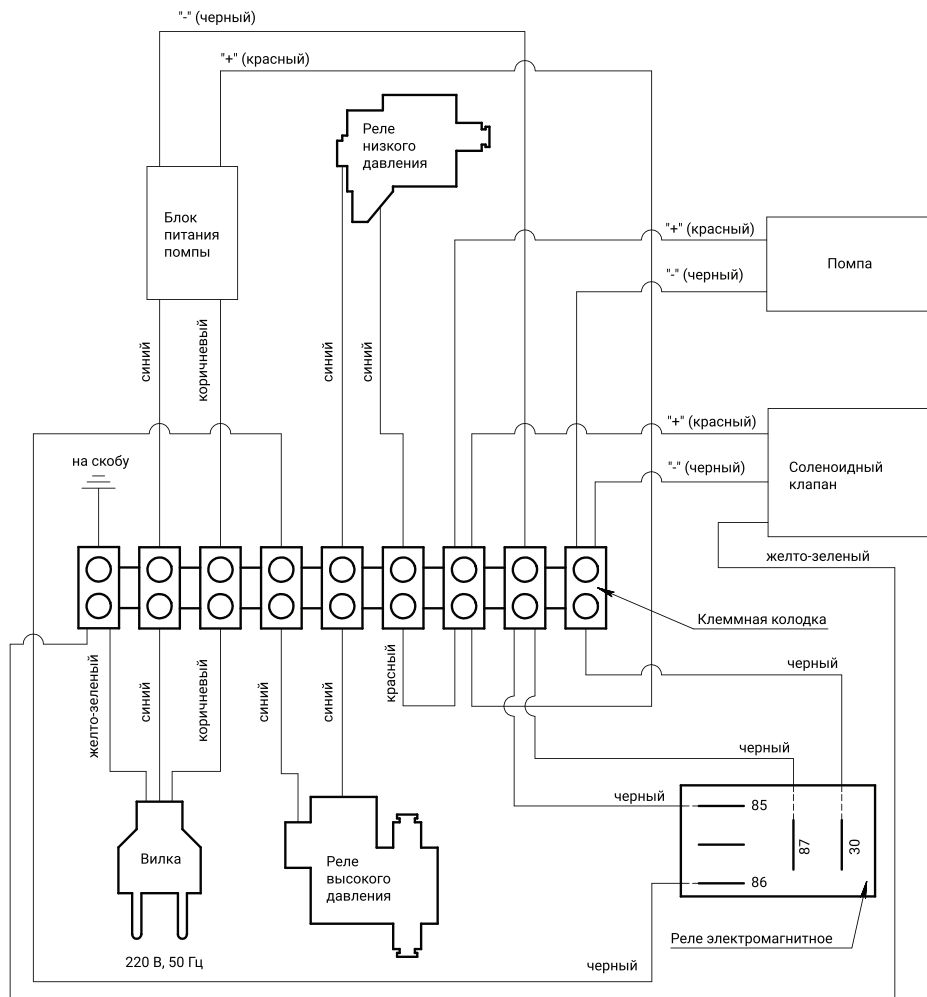

Рис. 12 Электрическая схема.
**Внимание!** При возникновении частых кратковременных включений и отключений фильтра во время его работы с подключенным накопительным баком и/или оборудованием, требуется регулировка реле высокого давления. Регулировка реле производится с помощью вращения регулировочного винта расположенного на корпусе реле. Для регулировки реле используйте шестигранный ключ (в комплект не входит). Место расположения реле в электрической цепи фильтра отображено в разделе «Электрическая схема» (рис. 12 стр. 12).